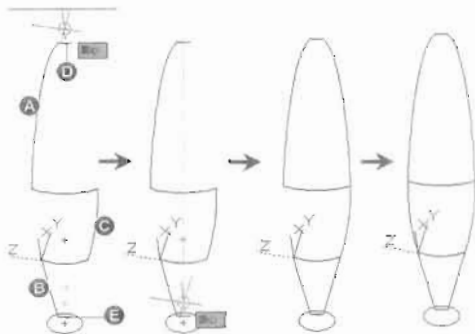

图 13-148
(3) 复制边界曲线。
① 把视图调整为东南等轴测视图。
② 在三维空间阵列复制图 13-148 中的边界曲线 A 和 B, 阵列数目为 2, 命令执行过程如下:
选择对象: 找到 1 个 //选择图 13-148 中的边界曲线 A
选择对象: 找到 1 个, 总计 2 个 //选择图 13-148 中的边界曲线 B
③ 在三维空间阵列复制图 13-148 中的边界曲线 C, 阵列数目为 2, 命令执行过程如下:
选择对象: 指定对角点: 找到 1 个 //选择图 13-148 中的边界曲线 C
阵列效果如图 13-148 所示。